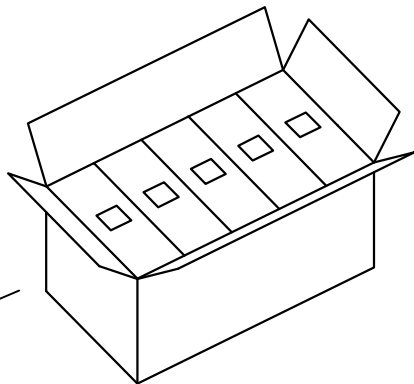

图4 外箱
- 3: 如图4, 每外箱装10内盒, 数量为10X (3X400pcs)。